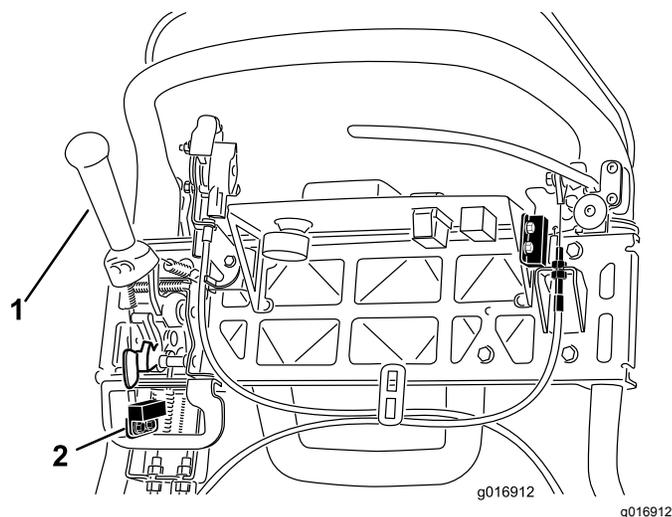

図 42
4. インタロックスイッチを固定しているねじをゆるめる 図 42。
5. 走行レバーとインタロックスイッチとの間に厚さ 1.6mmのすきまゲージをはさむ 図 42。